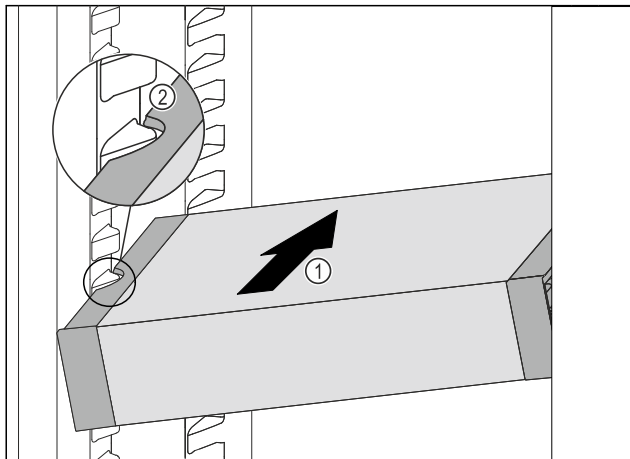

Fig. 123
- VarioSafe schräg in das Kühlteil einschieben Fig. 123 (1), bis sich die seitlichen Aussparungen Fig. 123 (2) des VarioSafes auf Höhe der Behälterrippe im Kühlteil befinden.